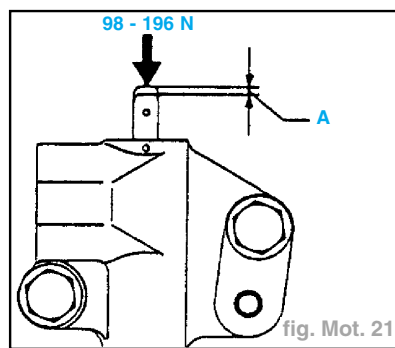

fig. Mot. 21
- Tout en tenant le tendeur automatique de courroie avec la main, appuyer l'extrémité de la tige contre une surface métallique (par exemple le bloc-cylindre) avec une force de **98 à 196 N (10 à 20 kg)** (fig. Mot. 21).
- Tenir le tendeur automatique avec la main. Ensuite, mesurer la contraction (A) lorsqu'on appuie l'extrémité de la tige sur une surface en acier (bloc-cylindres, etc.) avec une force de **98 à 196 N (10 à 20 kg)** (fig. Mot. 21).